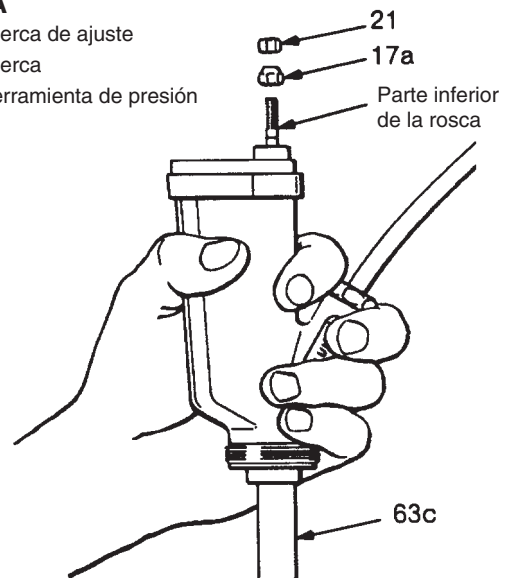

Fig. 17
1. Retirar el tambor de la pistola (9) tal como se indica en la página 17. Si saliere también el cartucho de energía, presionarlo cuidadosamente para que quede en la empuñadura.
2. Introducir el extremo delgado de la herramienta de presión (63c) a través de la parte anterior de la pistola para empujar hacia atrás la aguja y luego retirar la tuerca (21) y la tuerca de ajuste (17a). Ver Fig. 17.
4. Retirar la tuerca (17a) del nuevo conjunto de aguja. A continuación, colocar el nuevo conjunto de aguja a través de la parte anterior de la pistola. Introducir el extremo delgado de la herramienta de presión (63c) en la parte anterior de la pistola y presionar para que la aguja quede apoyada. Ver Fig. 17.
7. Enroscar la otra tuerca (21) con firmeza contra la tuerca de ajuste para bloquearlas juntas.